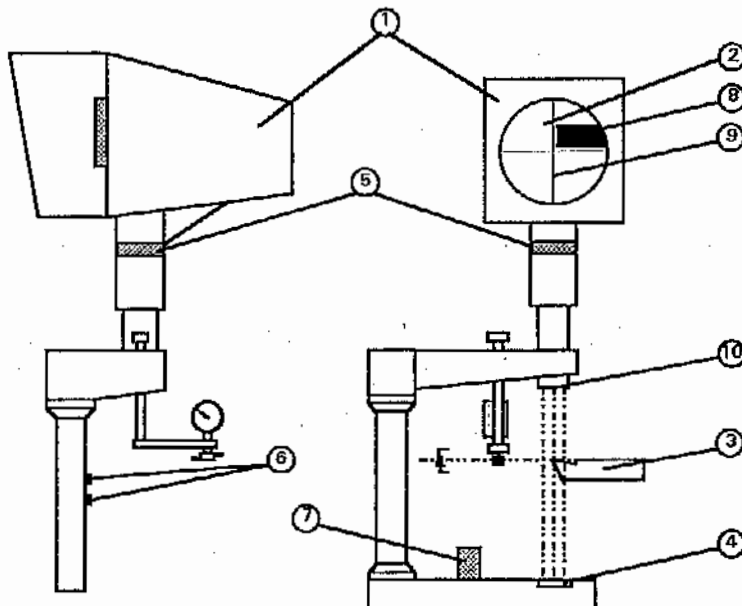

Bild 5: Profil-Projektor
Mit dem Profil-Projektor (1) (Bild 5) wird eine Kontur optisch erfaßt. Auf der Mattscheibe (2) des Projektors wird das Meßobjekt (3), welches zwischen Beleuchtung (4) und Projektor auf Höhe der Center-Line liegt, in 20-facher Vergrößerung als Schattenriß (8) abgebildet. Die Einstellung der Umrißschärfe des Meßobjekt, erfolgt über den Tubus (5) durch Links- bzw. Rechtsdrehung $\pm 2,5\text{mm}$.